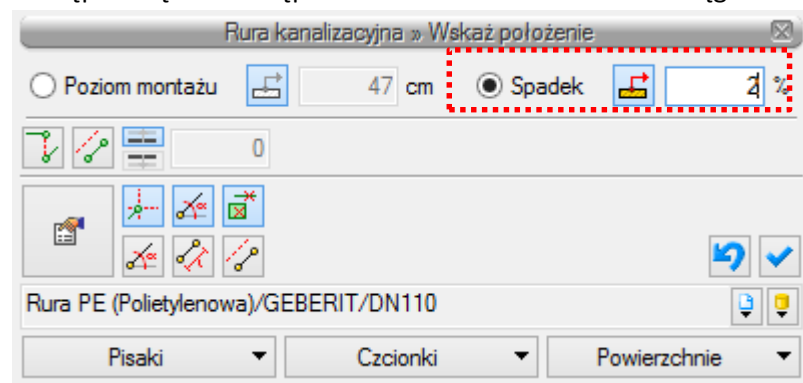

Rys. 21. Okienko wstawiania: Rura kanalizacyjna.
- ✓ Włącz przyciski *Pobierz z elementu* i *Wykrywanie elementów i odcinków*, Rys. 21, w celu automatycznego wprowadzenia rurociągu na odpowiedniej wysokości.